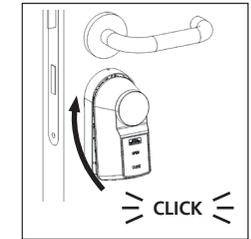

Abb. 7
- 5 Setzen Sie die Motoreinheit durch eine leichte vertikale Kippneigung in die Rückenschale ein. Haken Sie hierzu zunächst an der oberen Kante der Rückenschale ein und schieben unten durch leichtes Drücken in Richtung Tür nach. Mit einem hörbaren „Klick“-Geräusch rastet die Motoreinheit ein (Abb. 7).